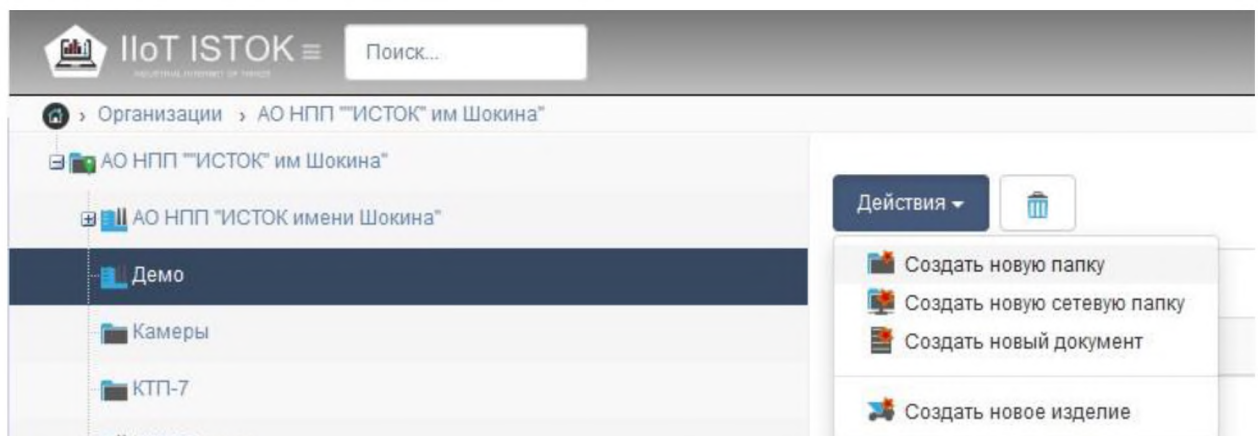

Рисунок 58 – Создание новой папки
- 6) Выделите созданный завод слева в дереве папок и нажмите **Действия, Создать новую папку** (рис. 58).